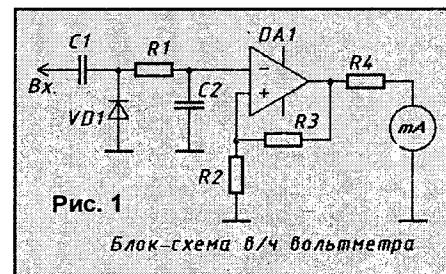

Рис. 1
4. В то же время, если применить идею, предложенную в (Л4), шкала прибора линеаризуется. Измеряемое высокочастотное напряжение выпрямляется диодом VD1 в выносном щупе и через резистор R1 поступает на вход УПТ, выполненного на операционном усилителе DA1. Из-за наличия в отрицательной обратной связи диода VD2 усиление УПТ при малых напряжениях компенсируется, и шкала прибора становится линейной (блок-схема рис.1).